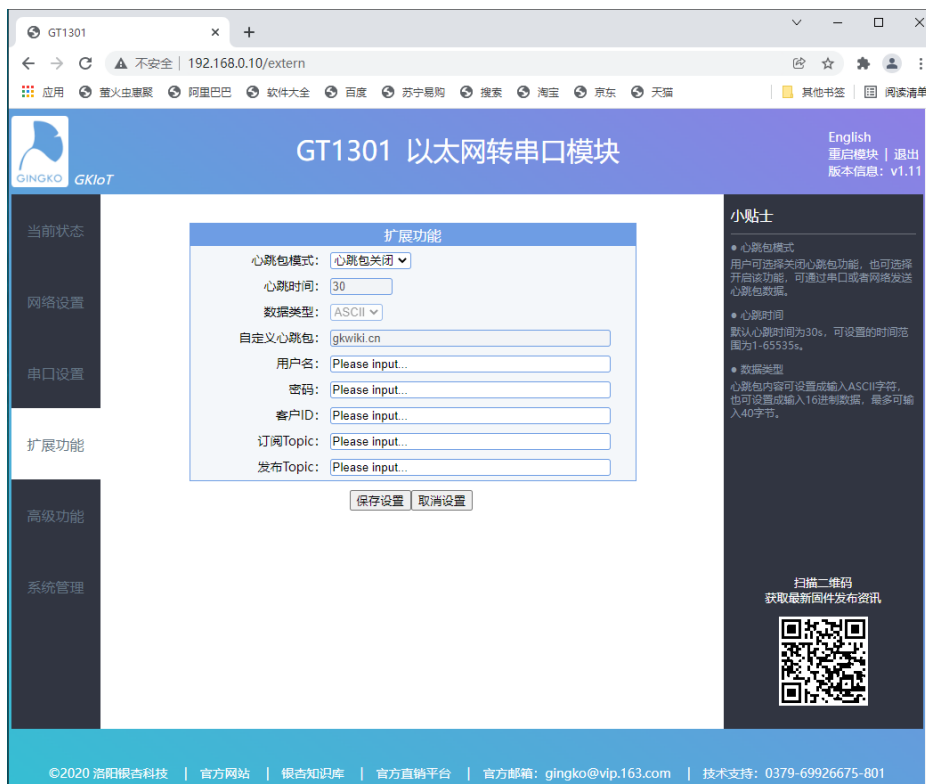

图 4-5 扩展功能参数设置
(5) 在“扩展功能”项中可设置心跳包参数、透传云参数等信息，如图 4-5 所示，设置后点击保存参数即可。